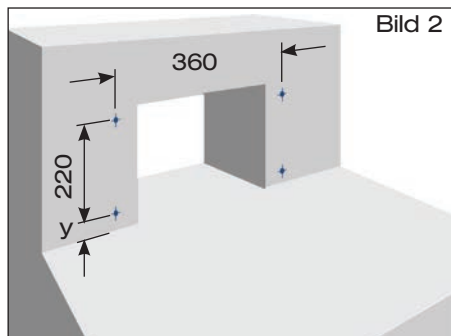

Bild 2
- 1.2 Bohrungen $\varnothing 10$ mm für Schiebeflansch erstellen (Bild 2).